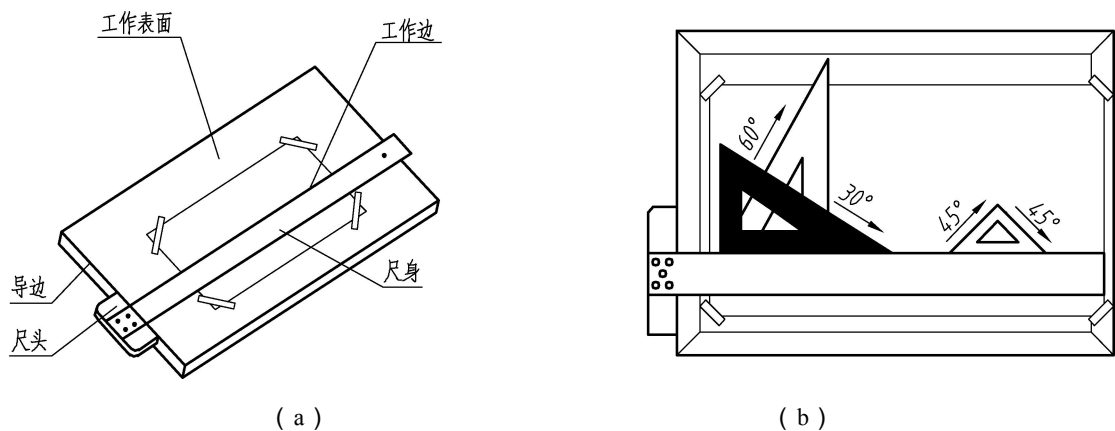

图 1-11 图板构造
(1) 构造：一般用胶合板制成，四周镶有硬木边。如图 1-11 所示。
(2) 作用：用来铺放、固定图纸并进行绘图的工具。
(3) 要求：图板表面必须光滑平坦且具有弹性，左右导边必须光滑平直。
(4) 使用注意事项：
- ① 尽量用胶带纸等固定图纸，不允许用图钉。
- ② 不允许在图板上写字、画画。
- ③ 不允许在图板上裁纸、削铅笔等。
- ④ 图板不可受潮或受高温，以免变形损坏，用后要妥善存放。